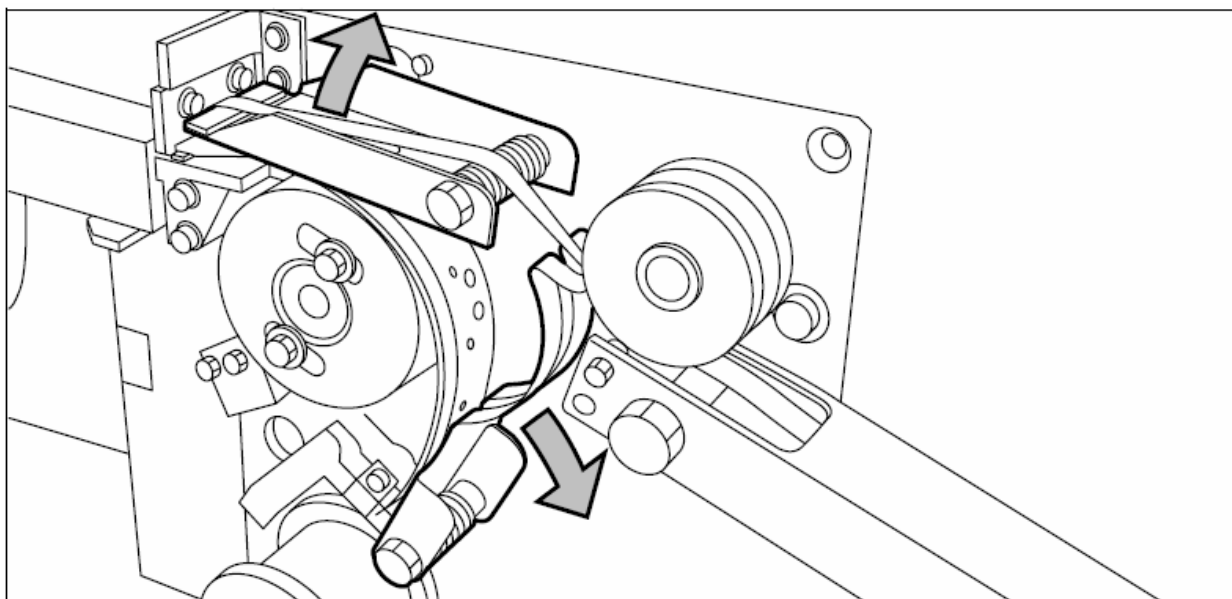

Рисунок 152. Показано, как обеспечить доступ к направляющим
2. Отведите две направляющие пластины от прижимного ролика (pin roller), и закрепите их в этом положении (смотрите рисунок 152).